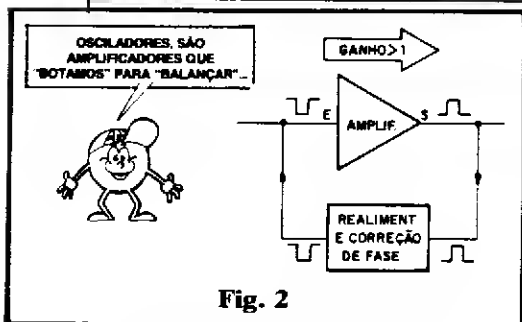

Fig. 2
- FIG. 2 - Um OSCILADOR nada mais é do que um AMPLIFICADOR ao qual acrescentamos um "caminho" entre sua Saída e sua própria Entrada, de modo que o dito bloco circuitual se REALIMENTE, ou seja: "pegamos" parte do sinal já amplificado, presente na Saída e o reaplicamos à Entrada do sistema! Se, ao mesmo tempo, promovermos uma CORREÇÃO na fase (lembram-se de